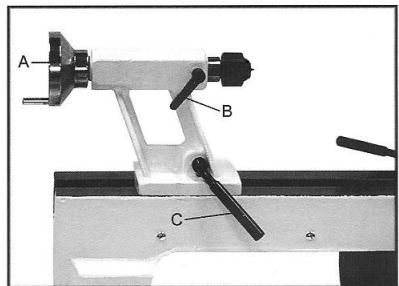

Рис. 10
Поверните маховик (A, Рис. 10) по часовой стрелке, чтобы выдвинуть пиноль задней бабки вперед. Заблокируйте пиноль с помощью ручки (B).
Рукоятка (С, Рис. 10) фиксирует положение задней бабки на станине.